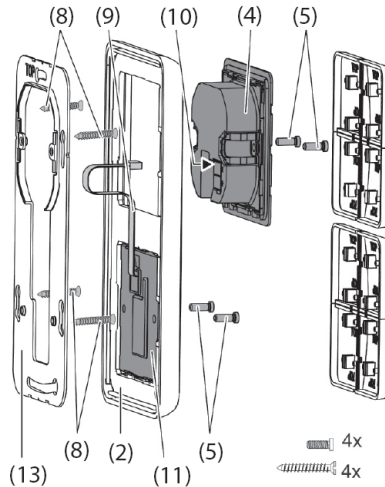

Bild 3: Montering med sidostyrningsmodul
Vid användning av tryckknappens sidostyrningsmodul (bild 3): Lodrätt montering rekommenderas. Använd dubbelinstallationsringen (13). Vid montering på endast en infälld dosa ska de nedre skruvarna försänkas i väggen, t.ex. med ett $\varnothing 6 \times 10$ mm hål. Använd installationsringen som schablon.